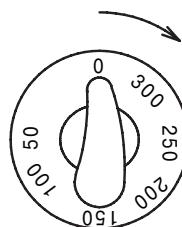

Рисунок 5
7.6 Температура в электрошкафу жарочном , необходимая для приготовления того или иного продукта, поддерживается термостом (рисунок 5), от 50 до 300 °C.